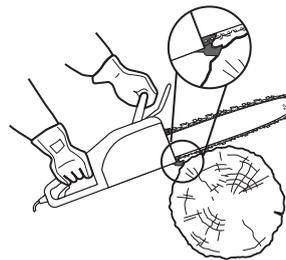

Fig.22
- Attendez que la chaîne [3] tourne à plein régime avant de commencer à couper. Avant de commencer la coupe, posez la tronçonneuse sur le bois en l'appuyant sur la griffe d'abattage [6], puis servez-vous de la griffe d'abattage comme point de levier au cours de la coupe (Fig. 22).